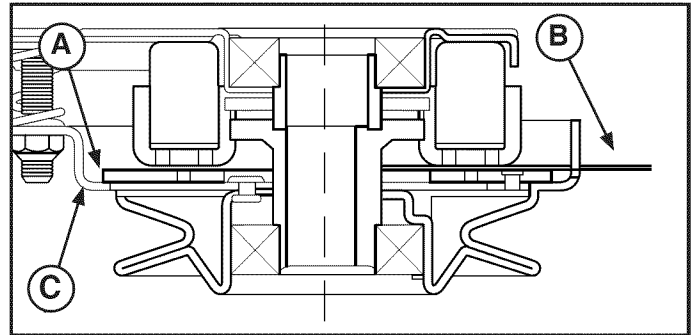

Figura 23
3. Inserte un calibrador de 0,012 - 0,015 pulg. (0.30 - 0.38 mm) (**C**) en cada ventana, posicionando el calibrador entre la cara del rotor y la cara de la armadura como muestra la Figura 23.